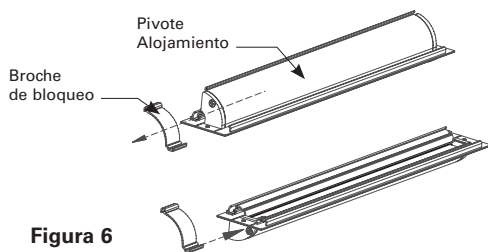

Figura 6
8. Si la luminaria se montará en la pared, primero afloje los tornillos de fijación que se encuentran en la parte trasera del alojamiento pivote. Luego quite el broche de bloqueo deslizándolo hasta el extremo del alojamiento pivote (Ver la figura 6). Gire el alojamiento pivote 90 grados y luego vuelva a colocar el broche de bloqueo. Ajuste los tornillos de fijación.
- Si la luminaria se montará en la pared, primero afloje los tornillos de fijación que se encuentran en la parte trasera del alojamiento pivote. Luego quite el broche de bloqueo deslizándolo hasta el extremo del alojamiento pivote (Ver la figura 6). Gire el alojamiento pivote 90 grados y luego vuelva a colocar el broche de bloqueo. Ajuste los tornillos de fijación.